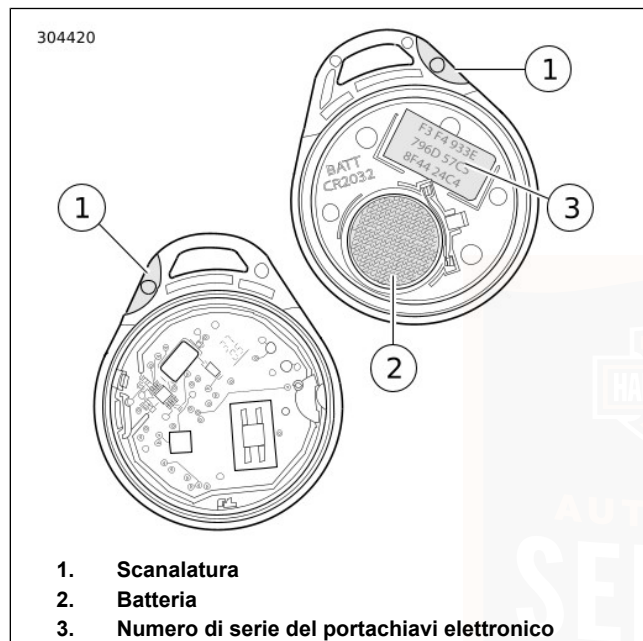

Figura 22. Batteria del portachiavi elettronico
1. Vedere Figura 22. Fare leva delicatamente con una lama sottile nella scanalatura a unghia (1) sul lato del portachiavi per separare le due metà.
2. Togliere la batteria (2) ed eliminarla.